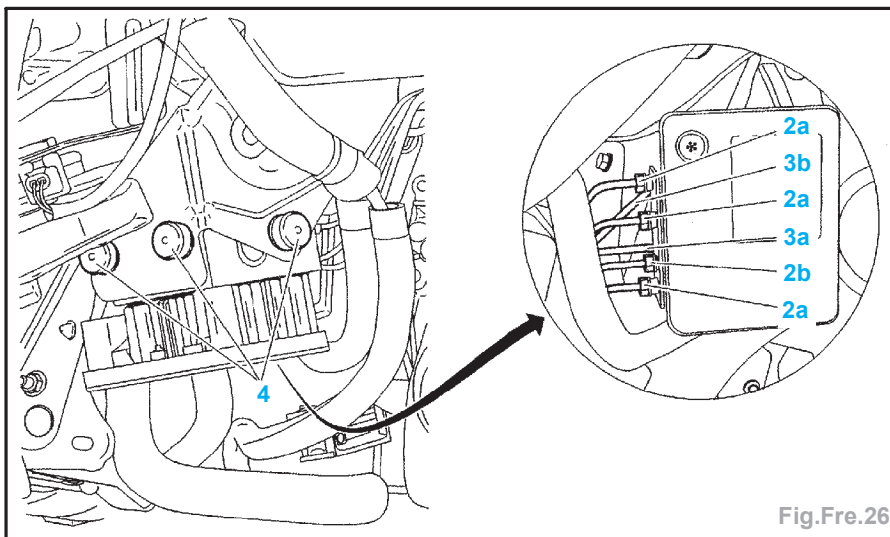

Fig.Fre.26
- Dévisser les raccords hydraulique (2a) et (2b) (prévoir l'écoulement du liquide de frein) (Fig.Fre.26).
- Déposer les vis (4).